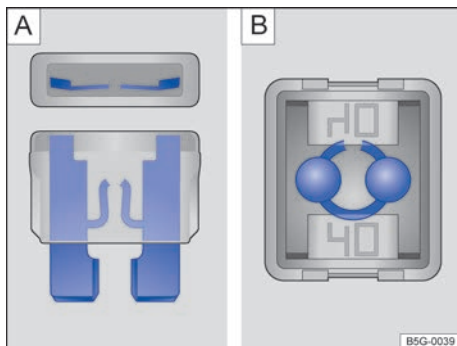

图 192 熔断的保险丝：(A) 扁平片式保险丝；(B) 方块式保险丝
- 扁平片式保险丝 (ATO®, MINI®) 可通过包裹金属片的透明壳体顶部和侧面观察其内的金属片熔化状态鉴别其是否熔断 ⇒ 图 192 A。
- 方块式保险丝 (JCASE®) 可通过透明壳体顶部观察其是否熔断 ⇒ 图 192 B。